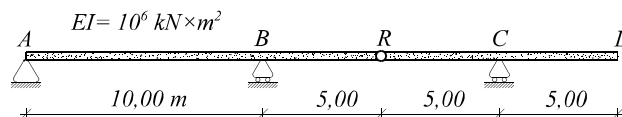

Figura 13
13) Para la viga de la figura 13 se pide: